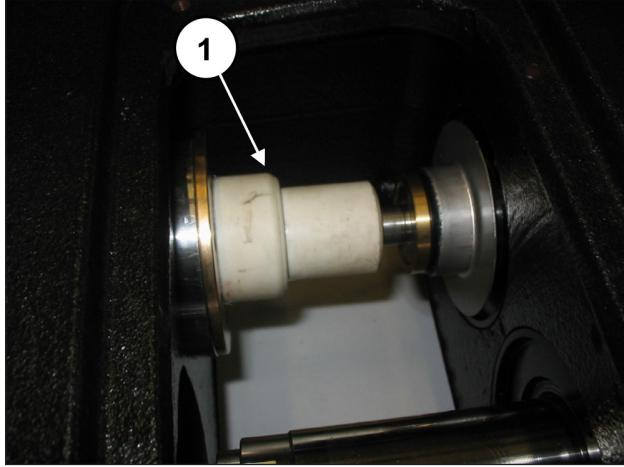

Fig. 141
Inserire l'attrezzo tampone cod. 27516600 tra il guida pistone e il pistone (pos. ①, Fig. 141).